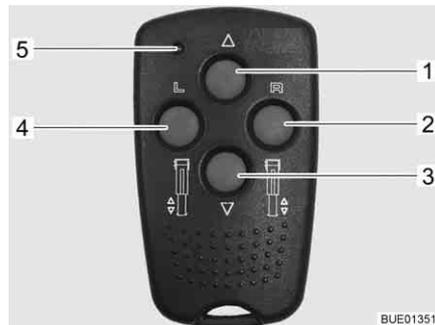
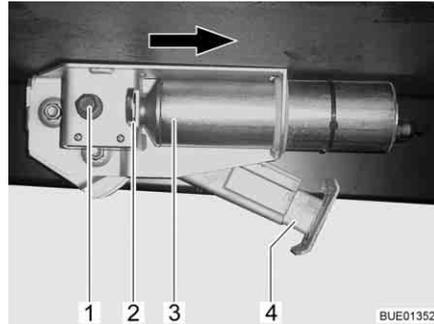

Bild 36 Fernbedienung für elektrische Hubstützen
Bild 37 Elektrische Hubstütze am Fahrzeug
- Vorwahl: Hubstütze links (Bild 36,4)
- Vorwahl: Hubstütze rechts Bild 36,2)
- Hubstütze einfahren (Bild 36,1)
- Hubstütze ausfahren (Bild 36,3)
- Kontroll-LED (Bild 36,5)
Bei jeder Tastenbetätigung blinkt die Kontroll-LED (Bild 36,5).
- Vorwahl-Taste für die Hubstützenseite (Bild 36,2 oder 4) ca. 1 Sekunde lang drücken.
- Innerhalb von 2 Sekunden die Taste "Hubstütze ausfahren" (Bild 36,3) drücken und so lange halten, bis der Stützfuß (Bild 37,4) auf dem Boden aufliegt.
- Innerhalb von 2 Sekunden die Taste "Hubstütze einfahren" (Bild 36,1) drücken und so lange halten, bis der Stützfuß (Bild 37,4) komplett einfahren ist. Wenn die Hubstütze komplett eingefahren ist, ertönt ein Kontrollsignal.
- Sicherungsbügel (Bild 37,2) nach innen drücken.
- Motor (Bild 37,3) bis zum Anschlag in Pfeilrichtung verschieben.
- Die Hubstütze wie eine mechanische Hubstütze über den Sechskant (Bild 37,1) aus- bzw. einfahren.
Wenn die Störung behoben ist: Motor entgegen der Pfeilrichtung in die Ausgangslage schieben. Den Sicherungsbügel (Bild 37,2) bis zum Einrasten herausziehen.